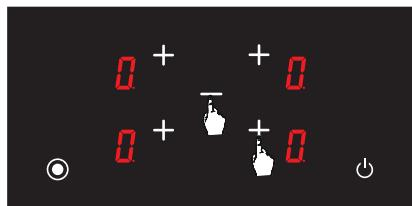

Рис. 17
3. Также, температура всех конфорок варочной панели может быть установлена на **0** с помощью кнопки **-** (см. Рис. 17). Когда температура всех конфорок достигает до **0**, варочная панель автоматически отключается через 20 секунд.
2. Одновременно нажмите кнопку выбора передней правой конфорки **+** и кнопку минуса **-** (см. Рис. 17), вы услышите короткий звуковой сигнал. Затем поднимите пальцы с панели управления плиты.